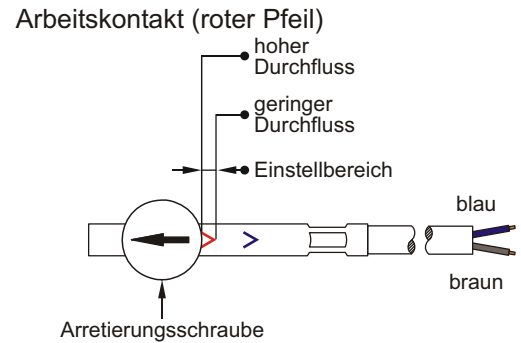
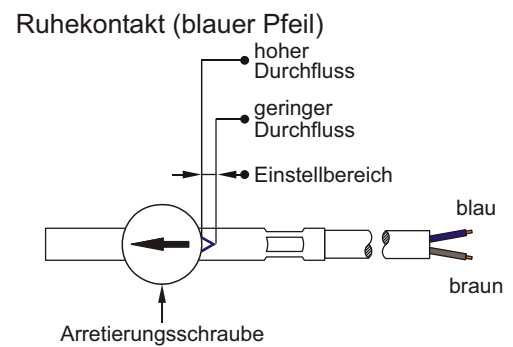

Abb. 20
Abb. 21
- ↖ Verschieben Sie anschließend die Schalteinheit so weit, dass bei gewünschtem Arbeitskontakt, der rote (Abb. 20) bzw. bei Ruhekontakt der blaue Pfeil (Abb. 21) am Eingang der Führung der Schalteinheit sichtbar ist (entfällt bei Wechselkontakt).